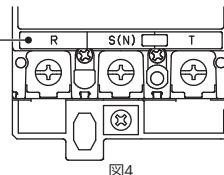

図4
- ④ 相表示ラベルをブレーカの負荷側に貼り付けてください。(図 4)